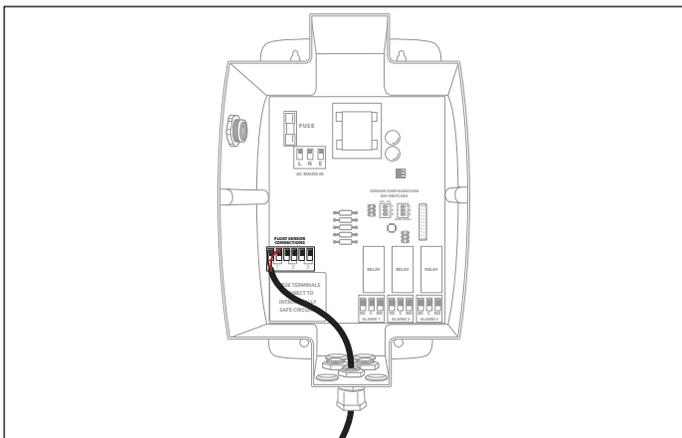

Figura 20-13
- Inserte el cable del sensor de combustible en el conector de mamparo acoplado a la caja de la Alarma de Monitoreo Continuo. Conecte ambos cables del sensor de combustible a las terminales correspondientes del sensor de combustible y ajuste el conector de mamparo. (Figura 20-13)